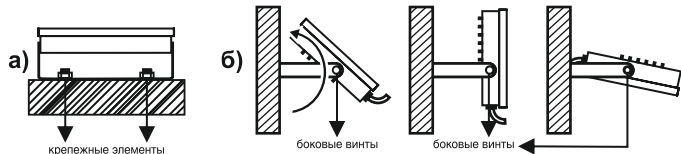

Рис. 3 Схема установки светодиодного прожектора с различным углом поворота.
7.3 Закрепите кронштейн прожектора на поверхности при помощи крепежных элементов (**рис. 3а**).
7.4 Для того, чтобы изменить угол наклона прожектора, необходимо ослабить боковые винты на кронштейне прожектора. Затем установите необходимый угол наклона и затяните болты (**рис. 3б**).